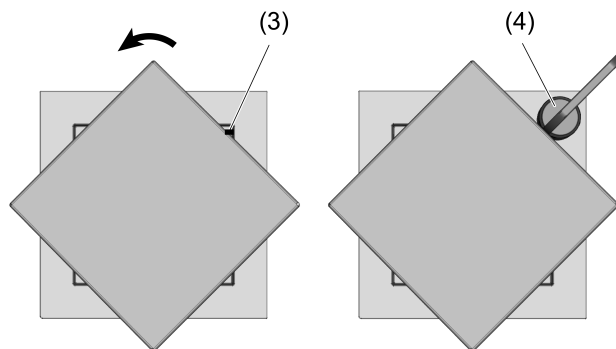

Bild 2: Demontering av ljuspåsats (med mekanisk låsanordning)
- Vrid ljuspåsatsen i 45° för att se markeringen (3) (Bild 2).
- Placera magneten (4) vid markeringen (3) på höljet tills ett klick kan höras.